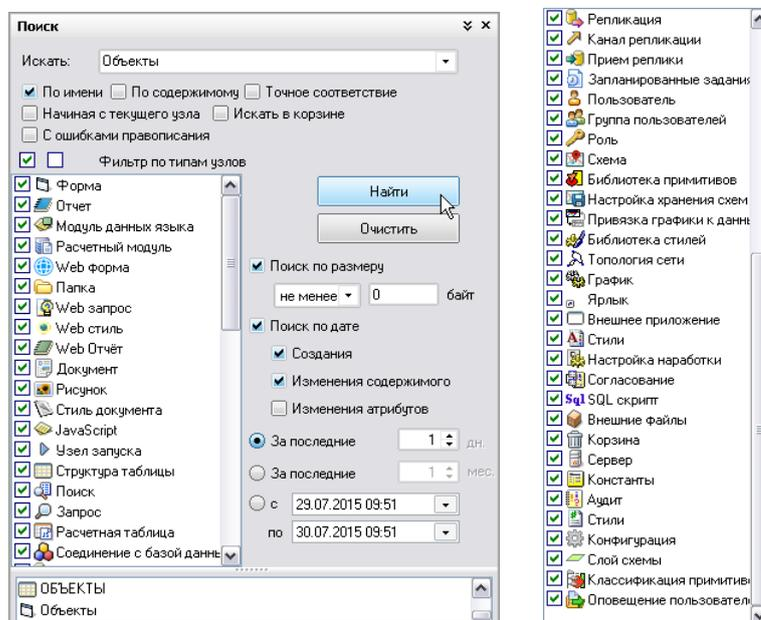

Рис. 3-3 Окно «Поиск» и продолжение полного списка типов узлов
Меню **Правка** содержит команды, позволяющие вырезать, копировать, вставлять и удалять узлы дерева структуры доступа, копировать версию приложения. Команда **Копировать в результаты поиска** активна только при открытом окне поиска (Рис. 3-3) и позволяет добавлять выбранные вручную в дереве объекты в перечень найденных в окне поиска.
Результаты поиска отображаются в нижней части окна, как для примера показано на Рис. 3-3. Для поиска узлов по известному идентификатору (ID) удобно пользоваться окном, выводимом на экран нажатием сочетания клавиш **Ctrl + G** и командой **Перейти** меню **Правка** (Рис. 3-2).